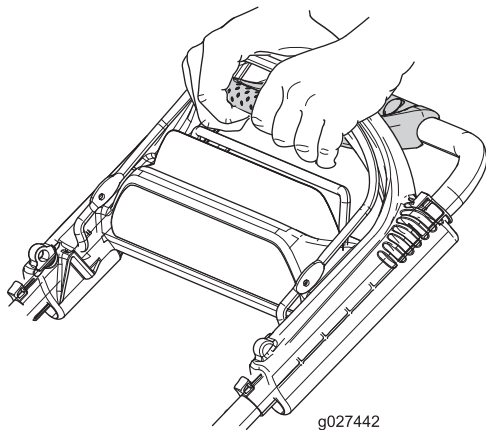

Bild 17
1. Strecken Sie die Fingerspitzen aus und fassen Sie die Ecken des Antischlupfregelungsgriffs an (Bild 17).